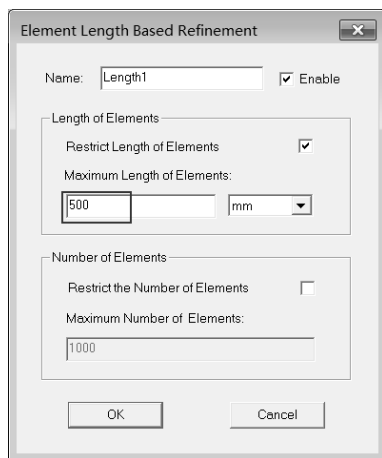

图 19-19 网格尺寸设置
Step2 : 在弹出对话框的 Maximum Length of Elements 中输入 500，单位选择 mm，如图 19-19 所示。单击 OK 按钮完成相关参数的设置。